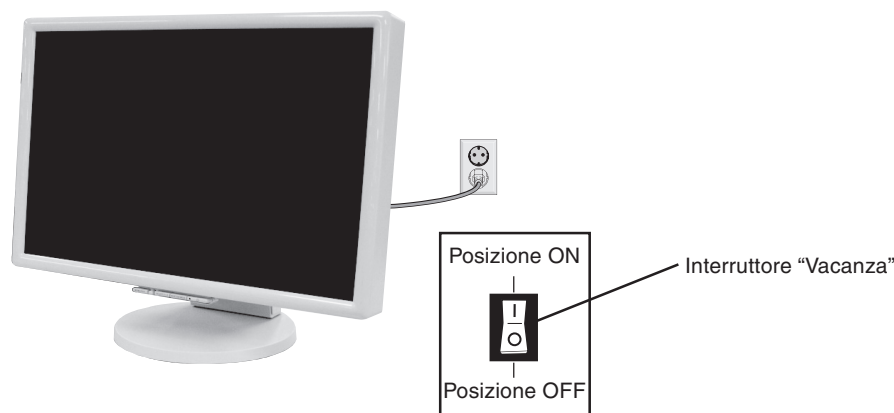

Figura D.1
12. Collegare il cavo di alimentazione alla presa di alimentazione (**figura D.1**).
13. L'interruttore "Vacanza" sul retro del monitor deve essere acceso (**figura D.1**). Accendere il monitor con il Pulsante di alimentazione, posto sulla parte anteriore, e il computer.